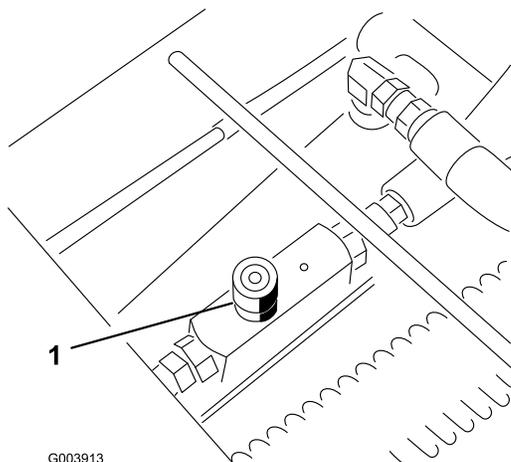

Figura 74
1. Accedete alla valvola dietro il pannello di accesso, sopra la piattaforma dell'operatore (Figura 74).